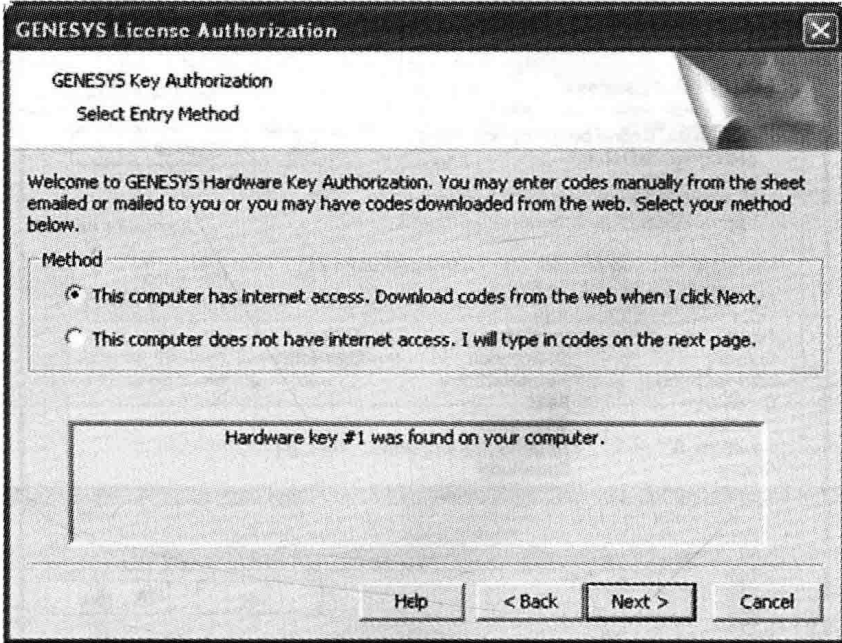

图 1.4 Genesys 软件安装授权示意图 3
(4) 这时 HASP 驱动将会开始安装 ,在弹出的 The process must be run again 对话框中,点击 OK。
(5) 在弹出 Do you want to try again? 对话框时,插入 USB ,并在对话框中点击“Yes”。
(6) 在 Product Options 选项和 Licensing Options 选项中都点击“Next”,如图 1.4 所示。